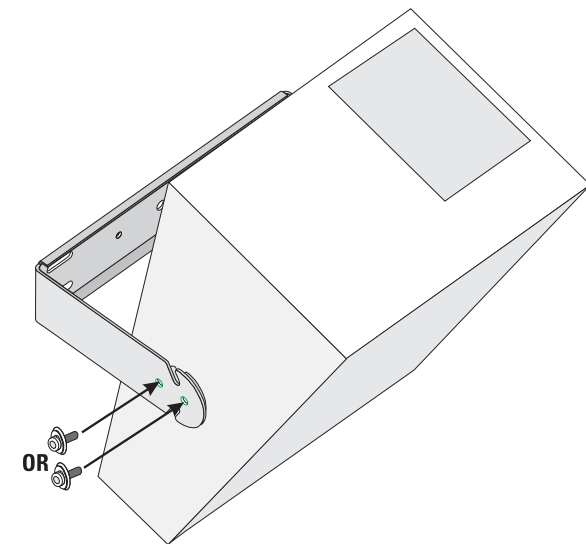

Figure 4 - Installation du haut-parleur avec des vis captives
Étape 5b. Si les trous de vis captives sont utilisés, demander à quelqu'un de soulever le haut-parleur et installer les vis dans les trous de vis captives appropriés (Figure 4), puis serrer à la main. Basculer le haut-parleur à l'angle désiré et bien serrer les vis.